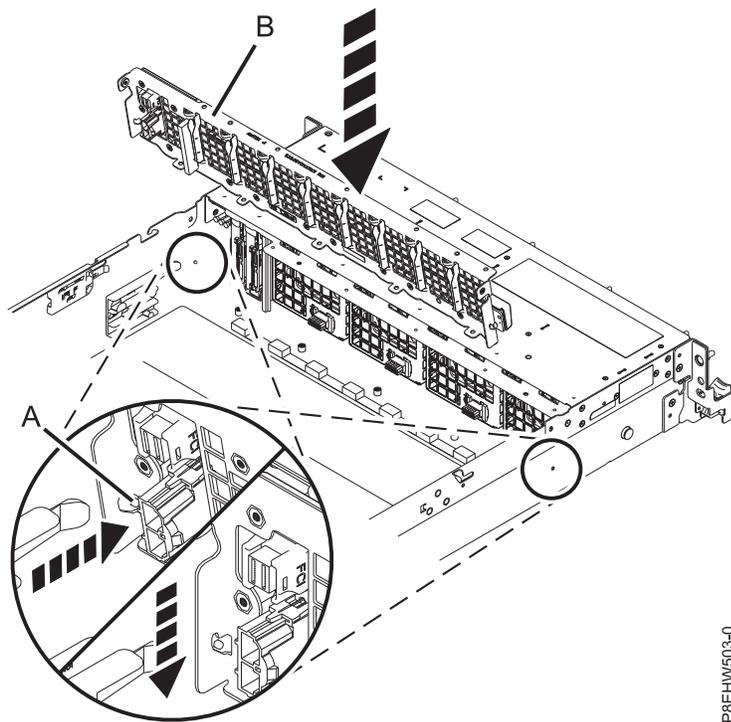

図 4. ディスク・ドライブ・ファン・カードの挿入
3. ディスク・ドライブおよびファン・カード (B) の位置合わせピン (各側面に 1 つずつ) (A) を使用して、このカードを回転させるように下げて所定の場所に収めます。図 4を参照してください。